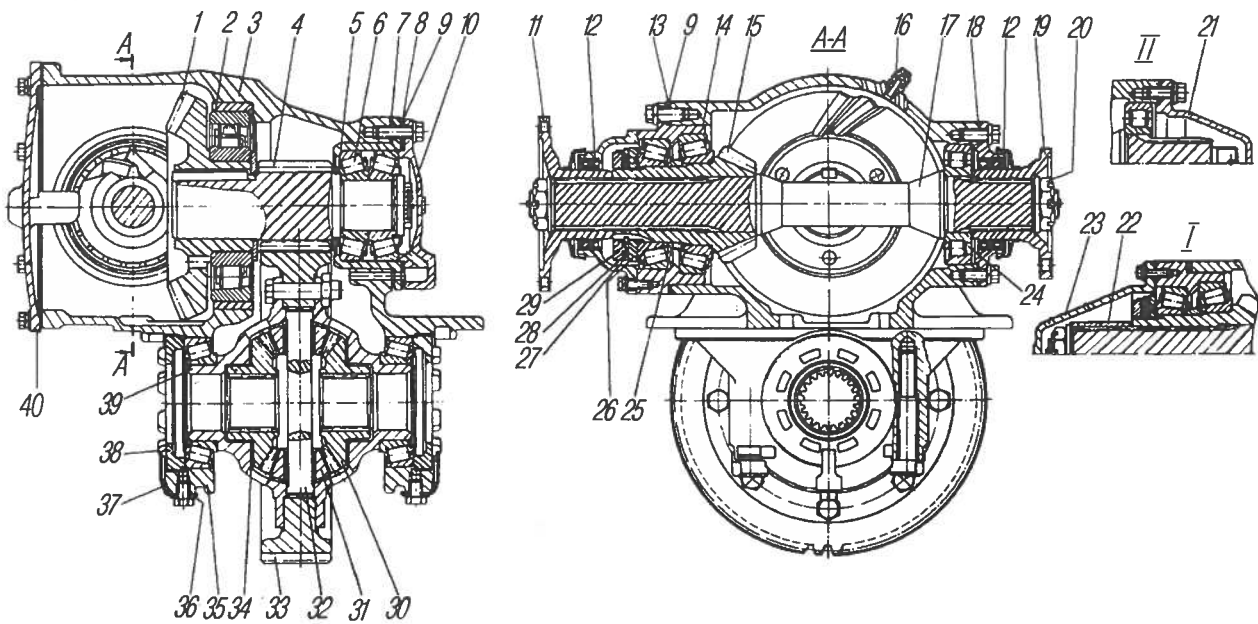
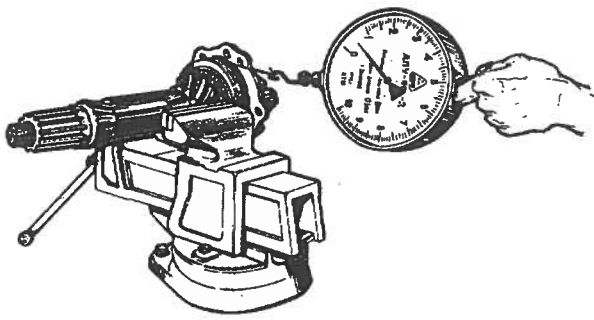

Рис. 34. Главная передача:
Рис. 38. Проверка регулировки подшипников ведущей конической шестерни
**Главная передача** моста двойная, состоит из пары конических шестерен 1 и 15 (рис. 34) со спиральными зубьями и пары цилиндрических шестерен 4 и 33 с косыми зубьями. К ведомой цилиндрической шестерне болтами прикреплен симметричный конический дифференциал с четырьмя сателлитами.
Шестерни и подшипники главной передачи смазываются маслом, заливаемым в картер моста и картер главной передачи до уровня контрольного отверстия. Масло подхватывается шестернями, разбрызгивается и через роликовый подшипник 2 (см.рис. 34) попадает в полость конических шестерен картера главной передачи, откуда стекает в картер моста.
Рассчитать величину уменьшения толщины регулировочной шайбы 25 (см.рис. 34) (величина зазора плюс 0,03–0,05 мм предварительного натяга). Отвернуть гайку, снять подшипник и регулировочную шайбу. Пршлифовать (или подобрать) шайбу до требуемого размера, установить шайбу и собрать подшипниковый узел ведущей конической шестерни. Момент затяжки гаек 450–500 Н.м (45–50 кгс.м). Законтрить контргайку, отогнув шайбу на одну из граней. Крутящий момент, необходимый для проворота ведущей конической шестерни в подшипниках, должен быть 0,6–1,4 Н.м (0,06–0,14 кгс.м). Усилие на динамометре при размотке шнура с поверхности стакана 7,5–17,5 Н (0,75–1,75 кгс) (рис. 38).
2. Отрегулировать предварительный натяг подшипников промежуточного вала. Регулировать подшипники подбором пакета прокладок 8 (см.рис. 34) под крышкой 9 стакана 5. Крутящий момент, необходимый для проворота промежуточного вала, должен быть  $0,9-1,5 \text{ Н.м}$  ( $0,09-0,15 \text{ кгс.м}$ ).
4. Установить дифференциал и отрегулировать подшипники дифференциала. Болты крепления крышек подшипников дифференциала затянуть моментом  $250-320 \text{ Н.м}$  ( $25-32 \text{ кгс.м}$ ). Подшипники дифференциала регулируются гайками 38 (см. рис. 34). После затяжки гаек расстояние между крышками подшипников дифференциала должно увеличиться на  $0,04-0,14 \text{ мм}$ . Во время регулировки нужно проворачивать дифференциал для установки роликов в подшипниках. Венец ведомой цилиндрической шестерни должен быть расположен симметрично относительно венца ведущей шестерни.